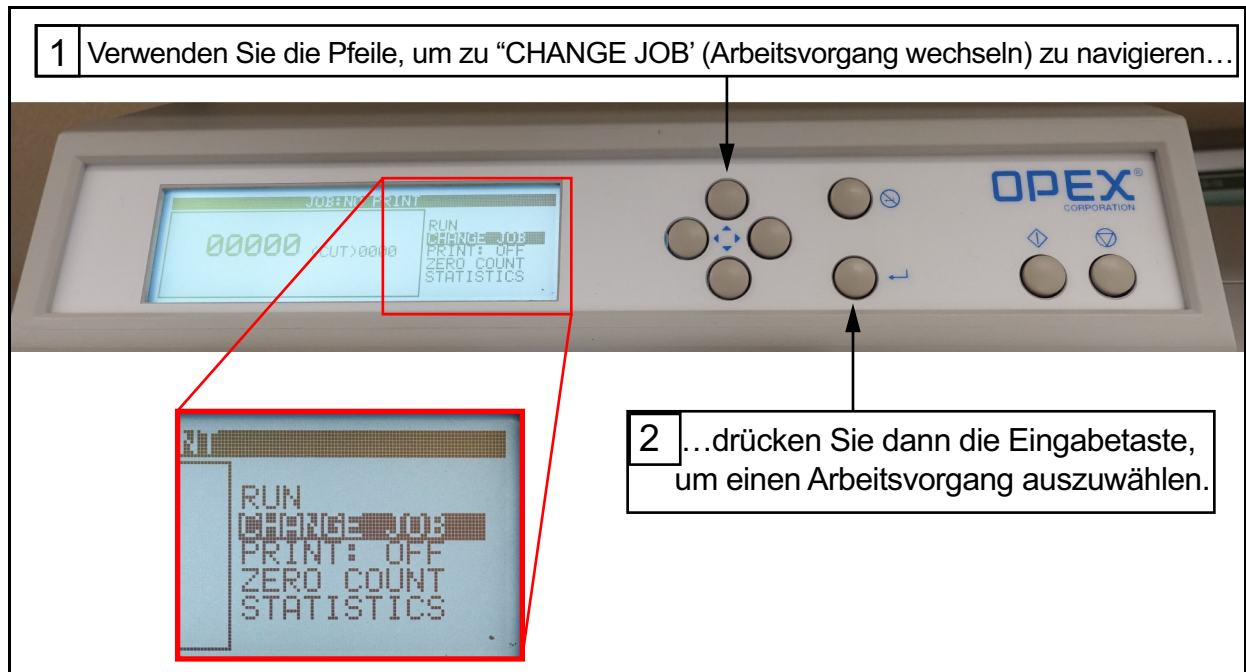

Abbildung 4-8: Zum Bildschirm Select Job (Arbeitsvorgang wählen) gehen
6. Navigieren Sie zum Bildschirm **Select Job (Arbeitsvorgang auswählen)** mithilfe der **Pfeile** um **CHANGE JOB (Arbeitsvorgang ändern)** im Menü auszuwählen und drücken Sie danach die **Eingabetaste** (Abbildung 4-8).
7. Wählen Sie einen Arbeitsvorgang, indem Sie ihn mit den **Pfeiltasten** hervorheben und drücken Sie die **Eingabetaste** (Abbildung 4-8).